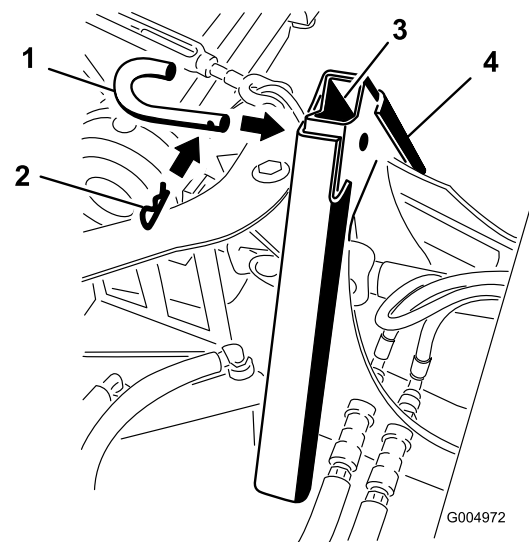

Рисунок 14
- Соедините переходники вместе с помощью штифта для навесного оборудования и шпильки, как показано на (Рисунок 14). При более интенсивной нагрузке гайку и болт можно заменить.